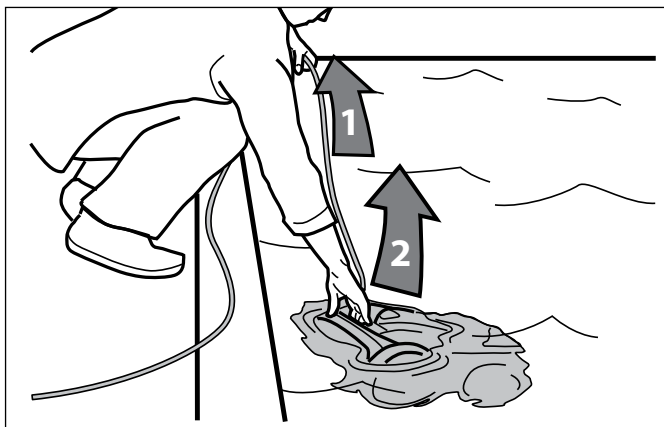

Figure 18. Retirer le robot nettoyeur de la piscine par la poignée
- Lorsque le robot nettoyeur est à portée de main, utiliser la poignée pour le sortir de l'eau (Figures 18 et 19). Ne jamais retirer le robot nettoyeur de la piscine en tirant sur le câble flottant.